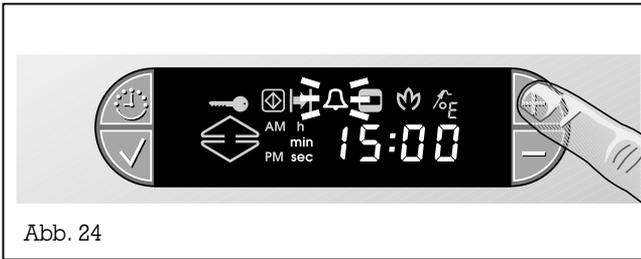

Abb. 24
- Betätigen Sie die Taste + am Display. Das Symbol  $\triangle$  (Kurzzeit) blinkt (Abb. 24).